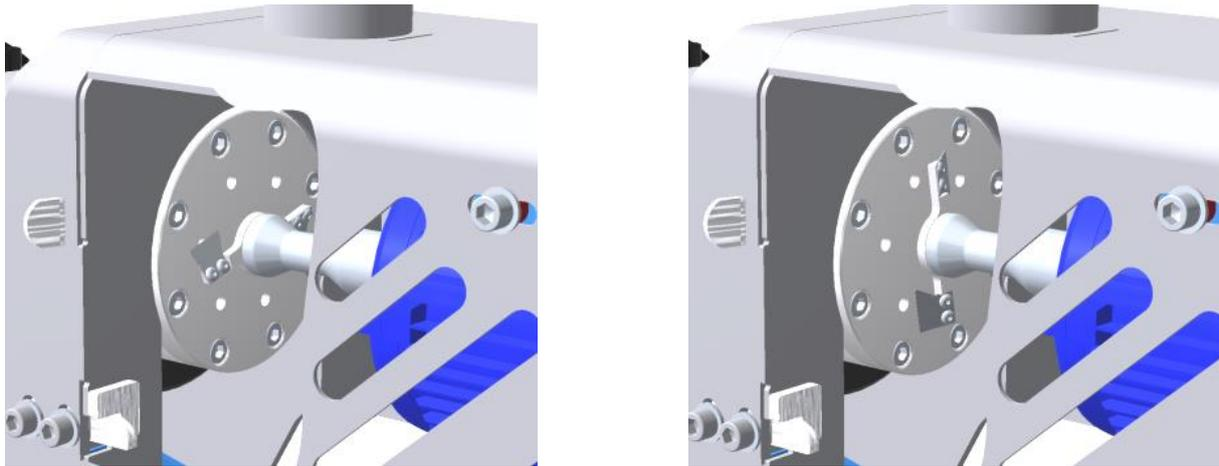

Figure 36 - Schnittmesser in der waagerechten und senkrechten Position
- Stellen Sie die Schneidmesser (wenn es mehr als 2 sind) in die horizontale Position, siehe Schneidmesser in vertikaler und horizontaler Position und stellen Sie sowohl den Winkel als auch den Abstand zwischen der Matrize und den Messern mit den hinteren Schrauben ein (Vorwärts- und Rückwärtsbewegung möglich). Bei der Drehung mit der Hand darf es nicht zu einer Berührung der Messer an der Matrize kommen. Die richtige Position der Messer ist parallel mit der Matrize in einer Entfernung von 0,1 - 0,5 mm (es wird der gleiche Zwischenraum der Messer in der senkrechten und waagerechten Position erreicht, siehe Abbildung 36).